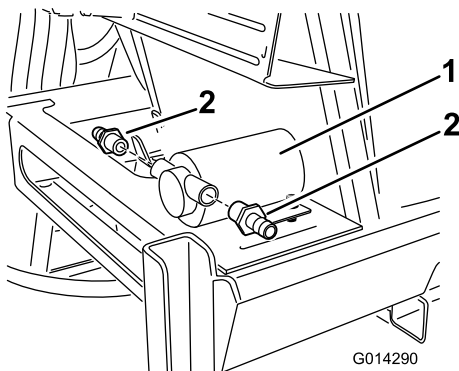

Bild 20
3. Sie finden die geraden, gezahnten Schlauchanschlüsse in den losen Teilen. Befestigen Sie einen Anschluss am Pumpenzulauf und am Pumpenauslauf (Bild 20).